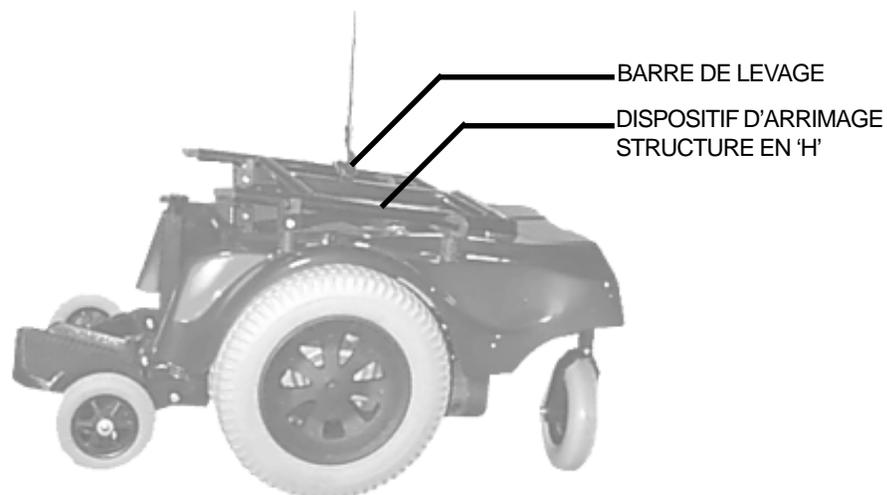

FIGURE 19.
2. Installez la structure en 'H'. Voir la figure 19.